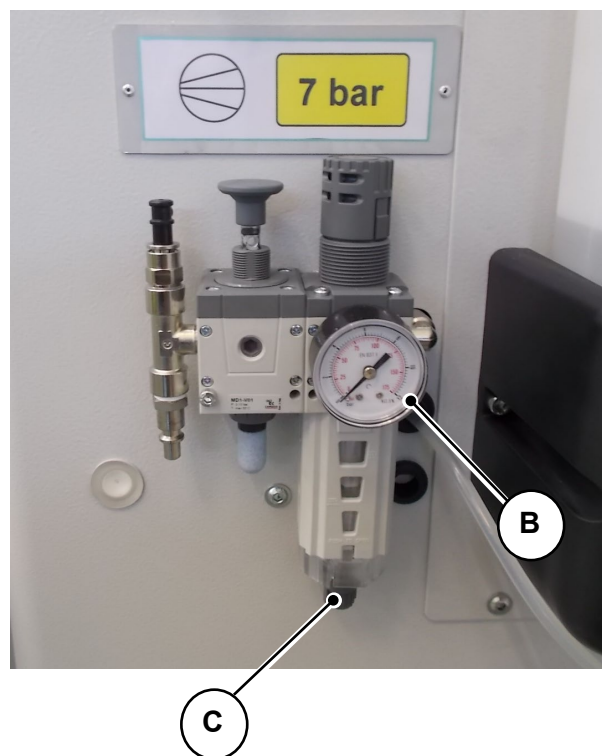

Fig. 09-02
- Contrôler au manomètre "B" (**Fig. 09-02**) le niveau de la pression d'entrée de l'air.
Sans débrancher le tuyau d'alimentation de l'air, appuyer sur le bouton "C" (**Fig. 09-02**) en vérifiant que la couronne correspondante est ouverte. L'évacuation de la condensation a lieu automatiquement (toujours avec la couronne ouverte) à chaque fois que l'on débranche le tuyau d'alimentation de l'air.